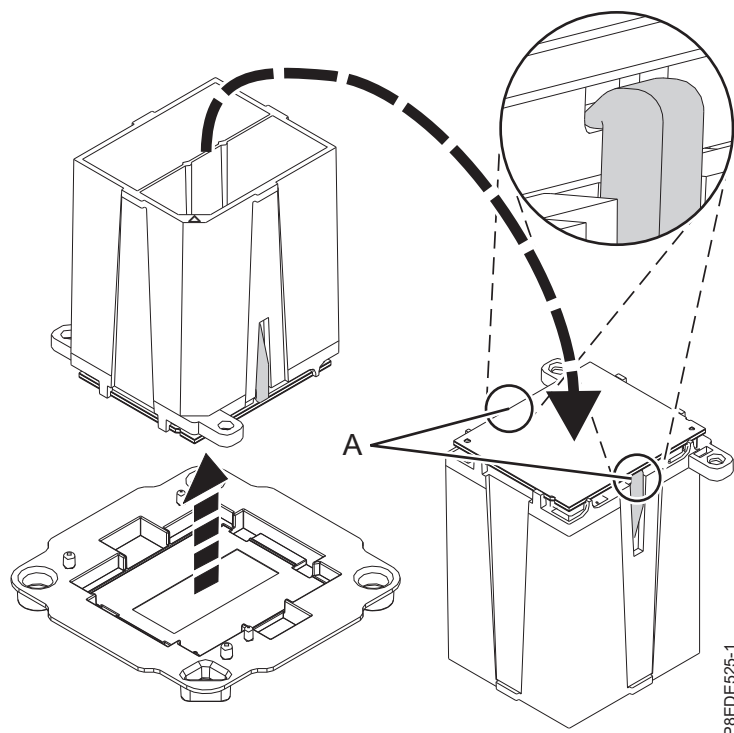

Figura 35. Preparando a instalação do módulo de processador do sistema
- b. Assegure-se de que ambos os mordentes (A) estejam prendendo firmemente o módulo de processador do sistema, conforme mostrado na Figura 35.